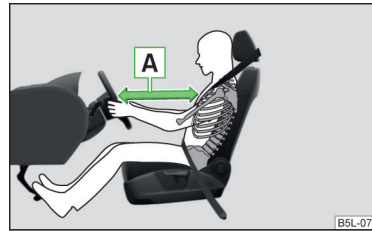

Abb. 9 Sicherer Abstand zum Lenkrad
- Für den Fahrer und Beifahrer ist es wichtig, einen Abstand von mindestens 25 cm zum Lenkrad bzw. zur Schalttafel einzuhalten **A** » **Abb. 9**. Wenn Sie den Mindestabstand nicht einhalten, kann Sie das Airbag-System nicht schützen - Lebensgefahr! Außerdem müssen die Vordersitze und die Kopfstützen immer der Körpergröße entsprechend richtig eingestellt sein.